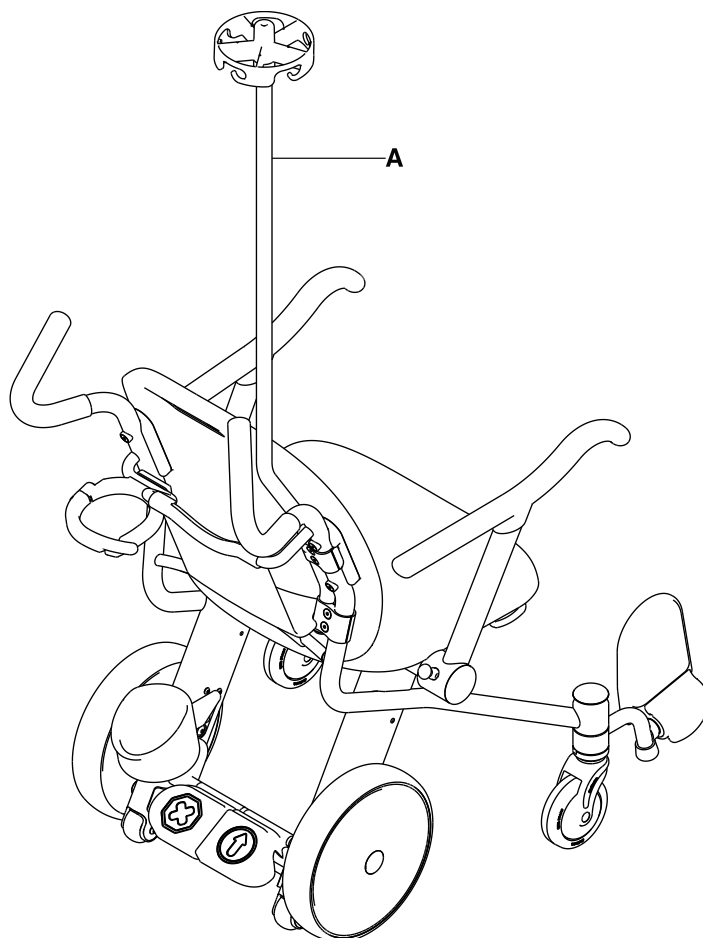

Figura 6-15: Asta portaflebo
1. Tirare l'asta portaflebo opzionale (A) per assicurarsi che sia ben salda (Figura 6-15 a pagina 6-27).